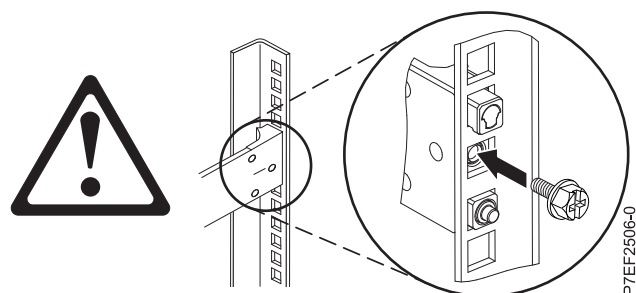

図4. ねじの再取り付け
4. 図4 に示すように、前のステップで取り外したねじを再取り付けします。